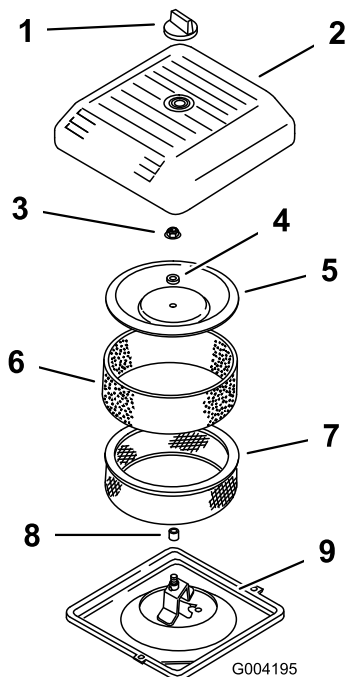

Figure 26
4. Dévissez le bouton et déposez le couvercle du filtre à air (Figure 26).
5. Glissez délicatement le préfiltre en mousse hors de l'élément en papier (Figure 26).
6. Dévissez l'écrou du couvercle et enlevez le couvercle, l'entretoise et l'élément en papier (Figure 26).
2. Posez l'ensemble filtre à air sur sa base (Figure 26).
3. Montez le couvercle, l'entretoise et fixez-les avec l'écrou du couvercle (Figure 26). Serrez l'écrou à 11 Nm (95 lb-po).
4. Remettez le couvercle du filtre à air et fixez-le à l'aide du bouton (Figure 26).